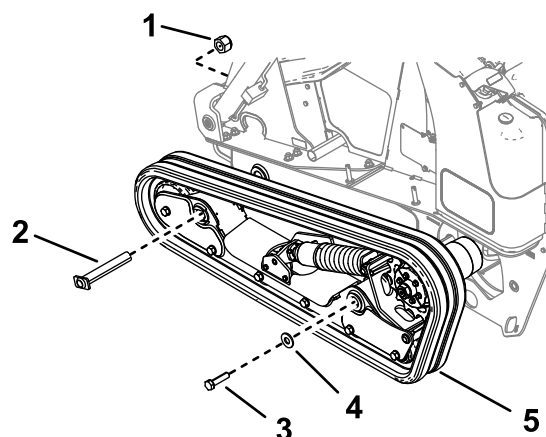

Figure 11
2. Boulon ( $\frac{3}{8}$ " x  $1\frac{1}{4}$ ") (2)
3. Montez la chenille et fixez-la au cadre principal avec le boulon, la rondelle, la goupille et l'écrou que vous avez retirés des chenilles (Figure 11).